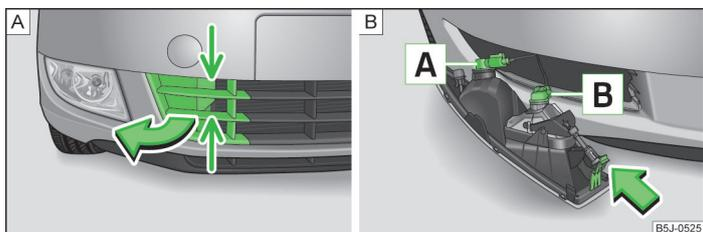

Fig. 161 Paragolpes delantero: rejilla protectora / desmontaje del faro antiniebla
Asignación de bombillas » fig. 161.
» Agarrar la rejilla protectora por los puntos indicados por flechas » fig. 161 - **A** y sacar la caperuza protectora en el sentido de la flecha.
- » Meter la mano en la apertura de la rejilla protectora y presionar la pestaña de enclavamiento » fig. 161 - **B** en el sentido de la flecha.